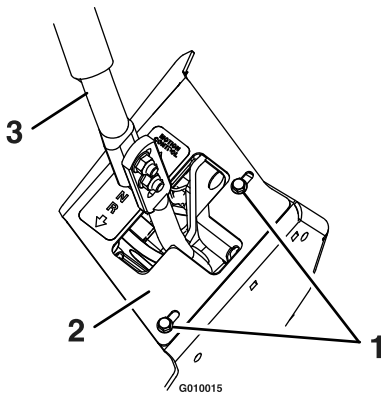

Figura 36
1. Afloje los tornillos de una de las pletinas (ver Figura 36).